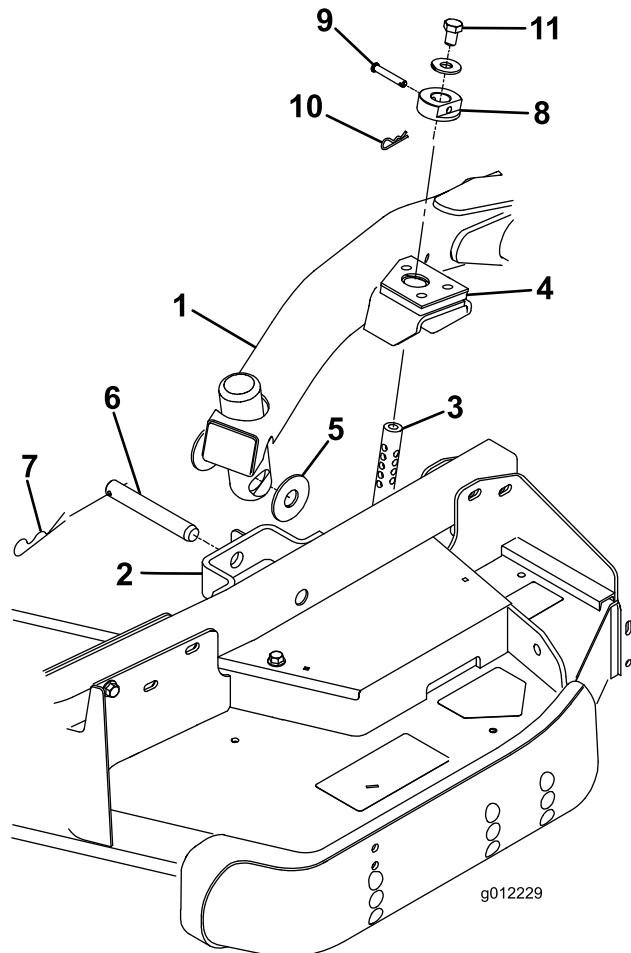

Bild 23
4. Stellen Sie den Hubhebel auf die Schweben-Stellung. Drücken Sie einen Hubarm nach unten, bis die Löcher im Hubarm mit den Löchern in der Laufradarmhalterung ausgerichtet sind, und die Schnitthöhenstange in die Hubarmpolster eingesetzt werden kann (Bild 23).
5. Befestigen Sie den Hubarm mit zwei (2) Druckscheiben, einem Lastösenbolzen und einem Splint am Laufradarm. Legen Sie die Druckscheiben zwischen den Hubarm und die Halterung des Laufradarms (Bild 23). Setzen Sie das Ende des Splints in den Schlitz im Laufradarm ein, um den Splint zu arretieren.
9. Befestigen Sie die Schnitthöhenstellringe an den Schnitthöhenstangen und befestigen Sie sie mit den Lastösenbolzen und den Splints (Bild 23). Der Kopf des Splints sollte zur Vorderseite des Mähwerks zeigen.
10. Setzen Sie oben auf jeder Schnitthöhenstange eine Schraube $1/2 \times 3/4$ Zoll und eine Scheibe ein (Bild 23).